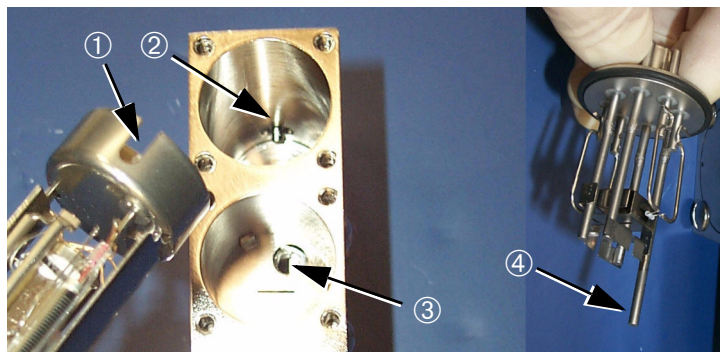

图 4-24 质谱计管重新组装
1. 按上述步骤的相反顺序，小心地重新组装质谱计管（图 4-24）。
1. 更换离子源（请参见第 4-19 页图 4-24）。
接地缝隙板上有一个孔，必须将它与质谱计管离子源空腔底部上的孔③对齐（图 4-24）。
必须对齐离子源，使其校正针④（图 4-24）落入该孔的中央。